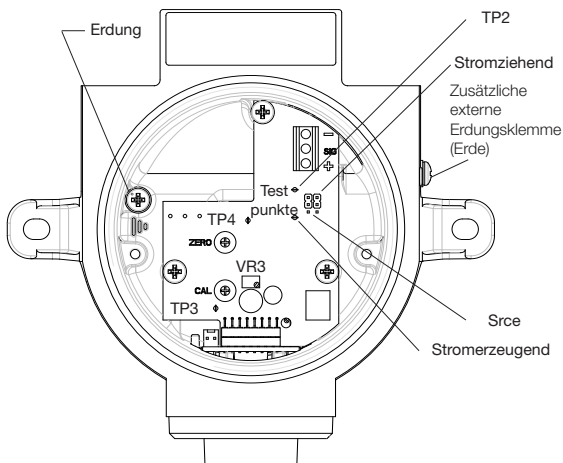

Abbildung 12: **Xgard** Typ 5, FBG-Anordnung
Alle Anschlüsse werden über die Klemmschrauben an der FBG im Anschlusskasten vorgenommen. Die Anschlusspunkte sind mit '+', 'sig' und '-' gekennzeichnet, und beim Anschluss des Detektors an eine Kontrolleinheit ist auf die korrekte Polarität zu achten. **Xgard** Typ 5 ist ab Werk als stromziehendes Gerät ausgelegt, sofern bei der Bestellung nicht anderweitig angegeben. Um das Gerät auf stromerzeugend umzustellen, Anschlusskasten öffnen und die beiden Steckverbindungen an der Verstärker-FBG von "stromziehend" auf "stromführend" umstellen, wie in Abbildung 12 dargestellt.
Hinweis: Das interne Erdungsterminal (siehe Abbildung 12) soll als Erdungsmittel für den Xgard-Gasdetektor verwendet werden. Das externe Erdungsterminal (siehe Abbildung 12) ist nur ein zusätzlicher Verbindungsanschluss, und ist nur dort zu verwenden, wo die örtlichen Behörden eine solche Verbindung erlauben bzw. vorschreiben. Um die Radiofrequenz-Schnittstelle zu beschränken, sollten der Anschlusskasten und die Kabelbewehrung an der Kontrolleinheit geerdet werden. Es ist dafür Sorge zu tragen, dass die Erdableitung nur in einem sicheren Bereich vorgenommen wird, um Erdfehlerschleifen zu vermeiden.
5. Bevor mit der Kalibrierung des Detektors begonnen werden kann, müssen die Pellistoren abgeglichen werden. Hierzu Deckel der FBG entfernen und digitales Voltmeter (DVM) an die mit 'TP3' und 'TP4' markierten Testpunkte an der Verstärker-FBG anschließen, wie in Abbildung 12 dargestellt. Das DVM ist auf den Gleichstrom-mV-Bereich einzustellen, und das mit 'VR3' gekennzeichnete Potentiometer ist so einzustellen, dass das DVM 0,00 mV anzeigt. Deckel der FBG wieder anbringen.
6. Um den Detektor auf Null zu setzen, DVM erneut an die mit 'TP1' und 'TP2' gekennzeichneten Testpunkte an der Verstärker-FBG anschließen, wie in Abbildung 12 dargestellt.